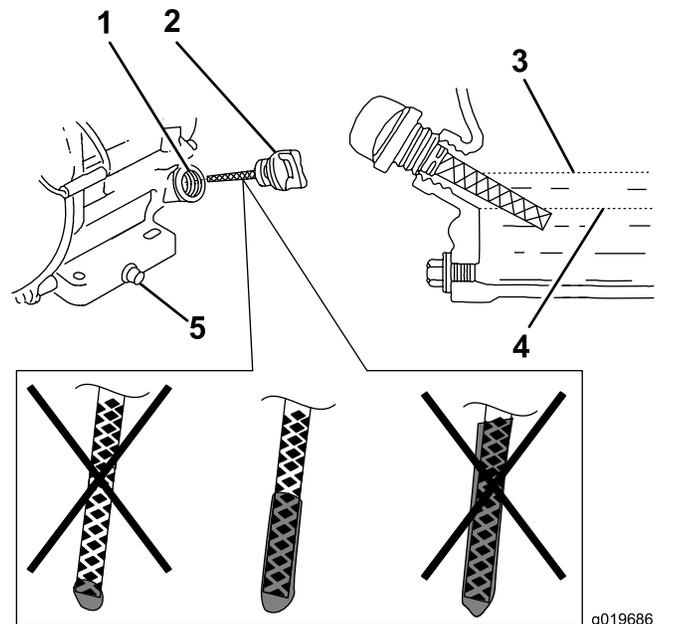

Bild 17
6. Nehmen Sie den Peilstab heraus und prüfen Sie den Motorölstand (Bild 17).